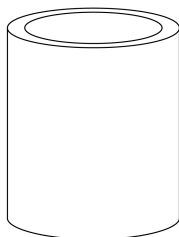

Figura 4: Accesoriu de pliere Qualcrimp
• **Accesoriu de pliere Qualcrimp (figura 4)**